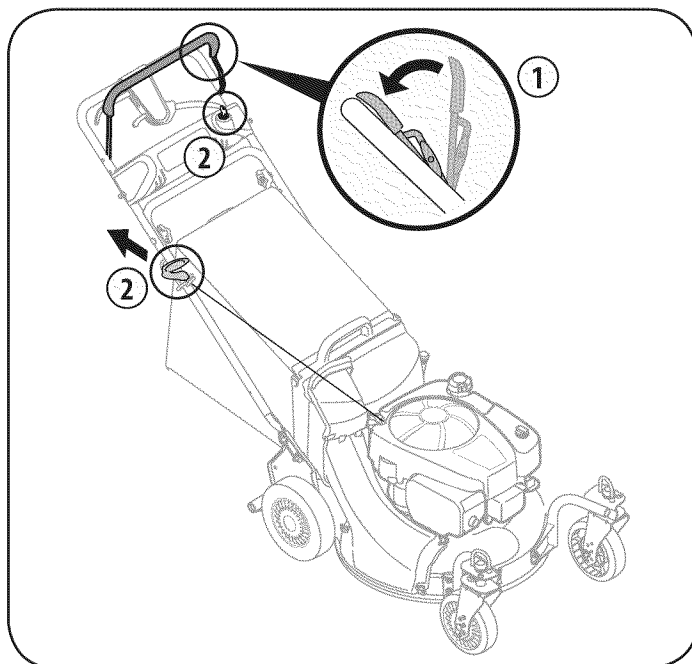

Figura 11
1. Colóquese detrás de la podadora, apriete la manija de control de la cuchilla y sosténgala contra la manija superior. Vea la Figura 11.